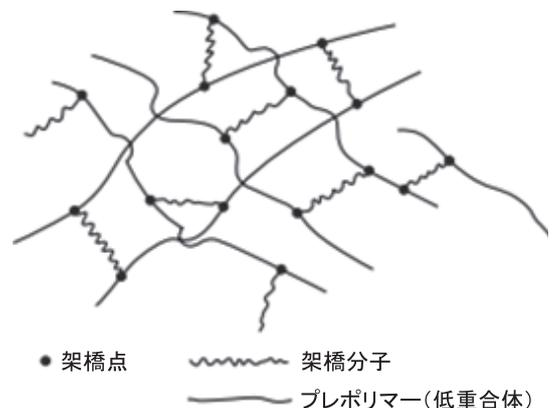

図2 熱硬化性ポリマーの概念図²⁾
②熱硬化性樹脂；ビスケット型といわれ、分子同士が結合して網目状の三次元構造になり、硬化したものは再度熱を加えても分子が自由に動けなくなるので軟化しない（図2）。つまり、温度が高くなっても溶融せずに、しだいに熱分解する。加熱成型ができないので、材料リサイクルの原料としては使用できない。